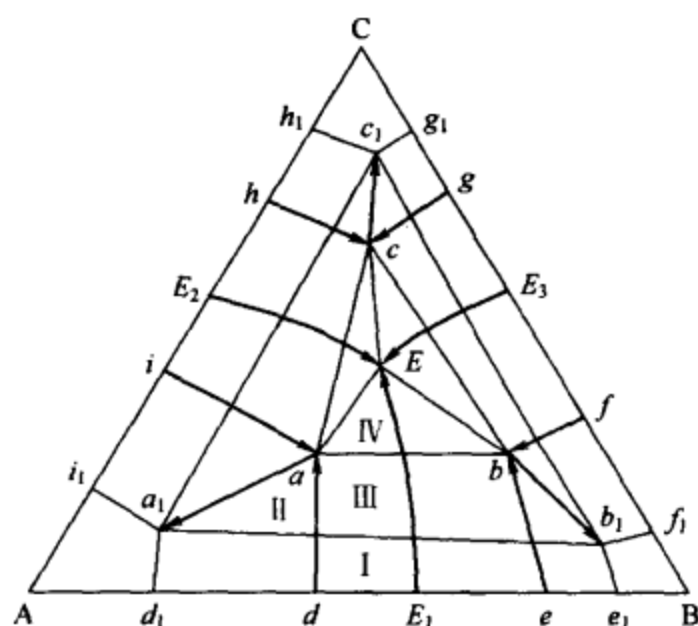

图 1
2. 根据综合投影图 (图 1), 写出 I、II、III、IV 区域内的合金的室温下组织。(4 分)